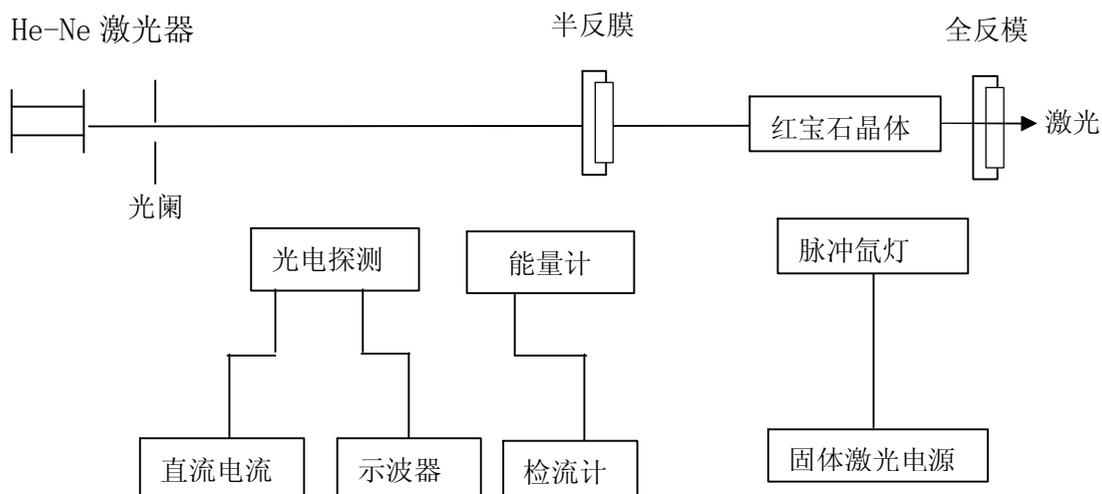

图 4—4 实验装置示意图
- (2) 激光能量计 炭斗接收, 光标检流计指示, 测量范围 0—13 焦耳。
- (3) 光电探测器 如图 4—5 所示。
- (4) 脉冲示波器。